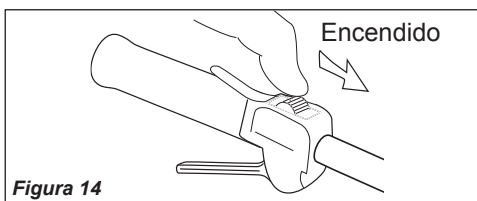

Figura 14
2. Encaje la cuchilla sobre el retén de seguridad y luego centrelo sobre el borde del Soporte A. Consulte la figura 14.